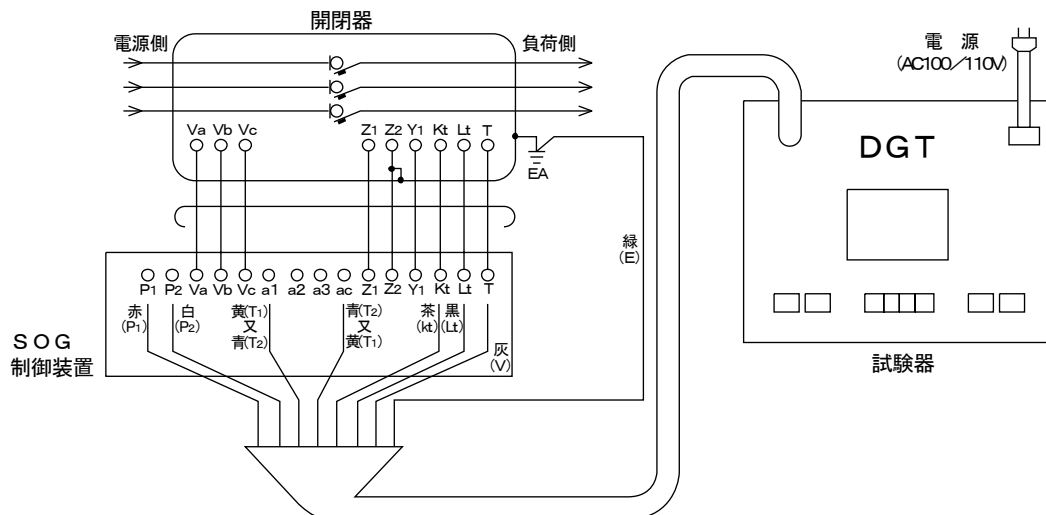

図 15 戸上電機製作所製 (DGT) によるテスト回路の一例
- ① SOG制御装置試験項目の管理値は表1のとおりです。
- ② 図15、16、17の試験回路はSOG制御装置だけの地絡動作時間測定となります。